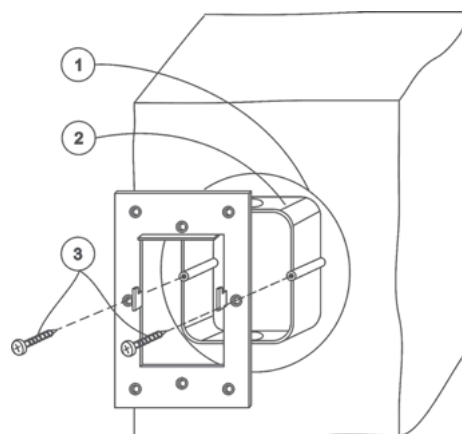

Рис.14
2. В подготовленное место установить монтажную коробку (из комплекта изделия). Коробку зафиксировать на стене саморезами через отверстия в дне коробки при помощи дюбелей, либо с помощью раствора (гипсо-вая, песчано-цементная смесь и пр.) (см. рис.14).
3. На установленную монтажную коробку саморезами (в комплекте) закрепить монтажную металлическую рамку (из комплекта изделия). Выступы, находящиеся в центральной части рамки, фиксирующие панель управления на стене должны быть ориентированы на себя, зубцами вверх. (см. рис.14).